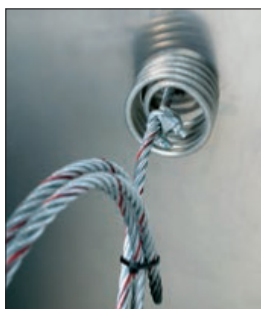

Figura 13c
a) Si la sirga de seguridad está instalada con un resorte tensor montado en ella debajo de la plataforma a nivel del suelo, como se observa en la figura 13c, la comprobación de exceso de velocidad se ejecuta según se describe en la sección 5.5.1.
5.5.1. Instalaciones con resorte tensor montado en la sirga de seguridad debajo de la plataforma a nivel del suelo (ver la figura 13c):
Paso 5 – A continuación, el operario deberá acceder por debajo de la plataforma inferior de la torre para volver a montar el resorte tensor con los dos elementos de sujeción de la sirga y seguidamente deberá retirar las bridas de plástico de modo que el resorte de tensión tire de la sirga de seguridad. Comprobar que la sirga de seguridad se enrolla nuevamente según se muestra en la figura 13c.